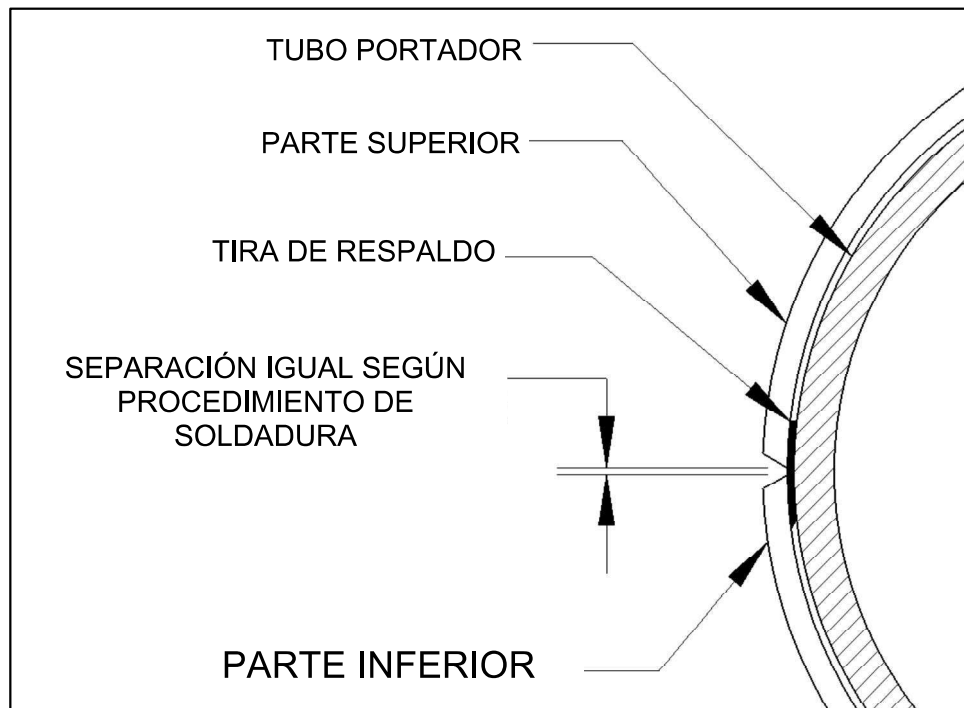

Figura 3
2. Alinee la mitad superior con la mitad inferior manteniendo una separación igual en ambos lados de la camisa, mientras las mitades de la camisa se juntan como se muestra en la Figura 3.